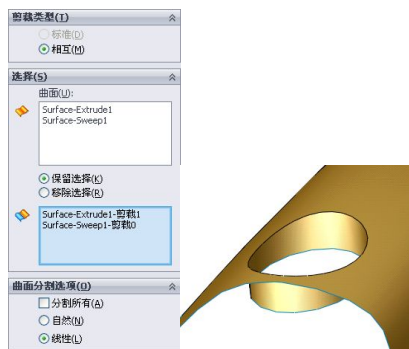

图 7-175 剪裁曲面特征
(4) 单击【曲面】工具栏中的【剪裁曲面】按钮,系统弹出【剪裁曲面】属性管理器。在【选择】选项组中,单击【剪裁曲面】选择框,在图形区域选择拉伸曲面1和扫描曲面1,选中【保留选择】单选按钮,并单击【保留的部分】选择框,在图形区域选择要保留的部分,单击【确定】按钮,生成剪裁曲面,如图7-175所示。